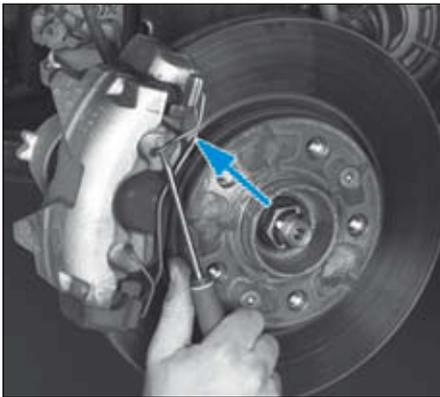

FIG.1
- Déposer l'agrafe ressort (Fig.1).